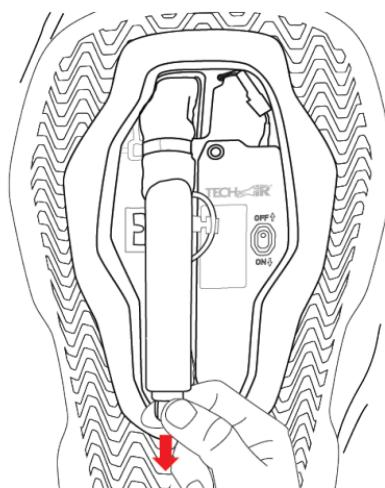

Abbildung 9: Abnehmen des Squib-Anschlusses
Nehmen Sie als Nächstes den Gas Inflator (1) aus dem Gas Inflatorsgehäuse (4) heraus, indem Sie sie anheben und den gelben Squib-Anschluss (7) von dem Gas Inflator (1) abziehen, wie in Abbildung 9 dargestellt.